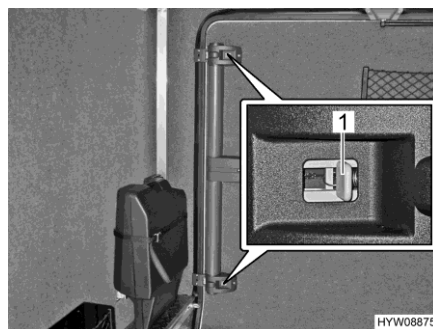

Fig. 56 Porte du garage (dispositif de déverrouillage de secours de l'intérieur)
- Pousser le verrou gris (Fig. 56,1) en direction du milieu de porte sur les serrures inférieure et supérieure.